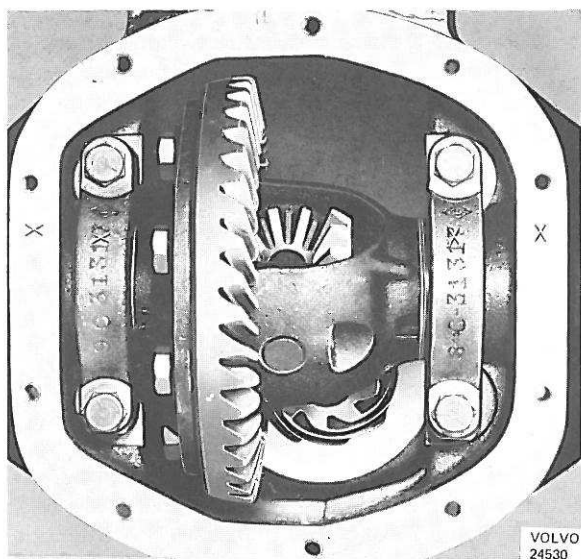

Figure 34. Repérage du carter de pont et des chapeaux de paliers
5. Vérifier les repères marqués sur le carter de pont et les chapeaux de paliers, voir figure 34. Les repérer au pointeau s'il n'existe pas de repère ou si les repères existants ne sont pas très visibles. Enlever les chapeaux de paliers.